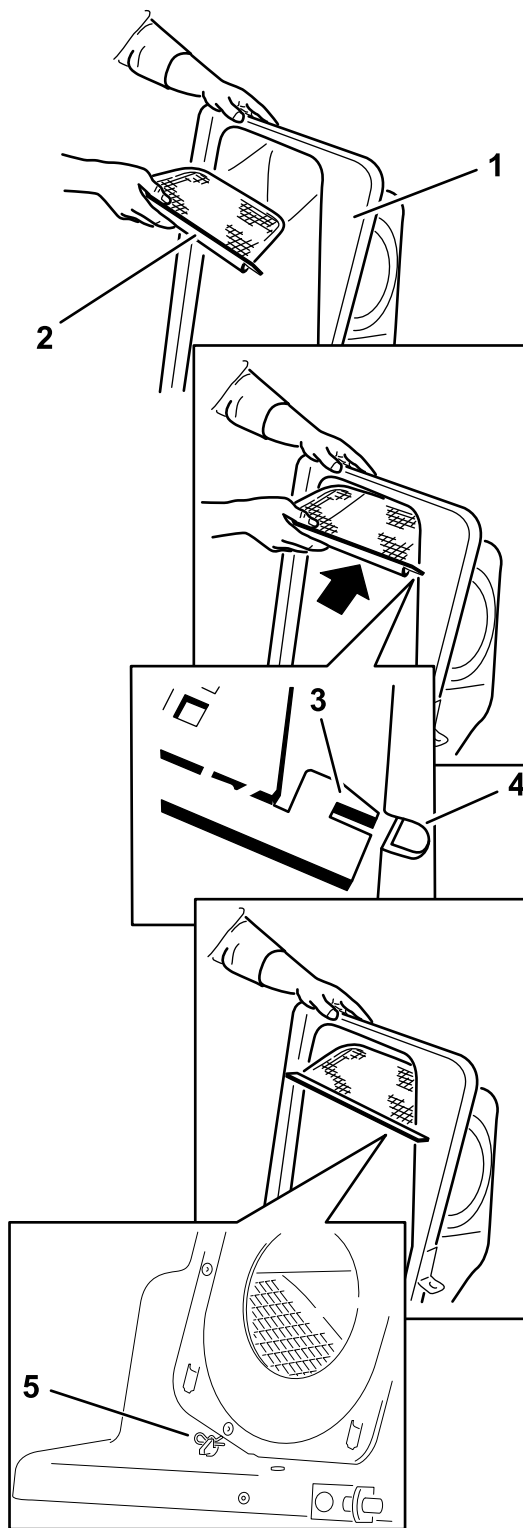

Figure 18
2. Montez le filtre comme montré à la Figure 18 en prenant soin de l'incliner dans la direction des bacs de ramassage.